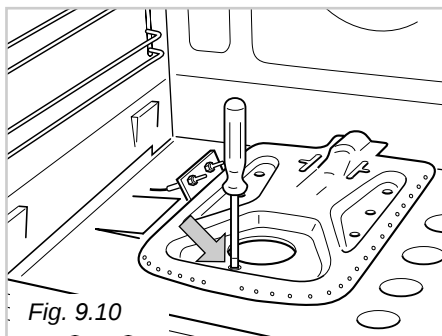

Fig. 9.10
- Svitare la vite che fissa il bruciatore (fig. 9.10).